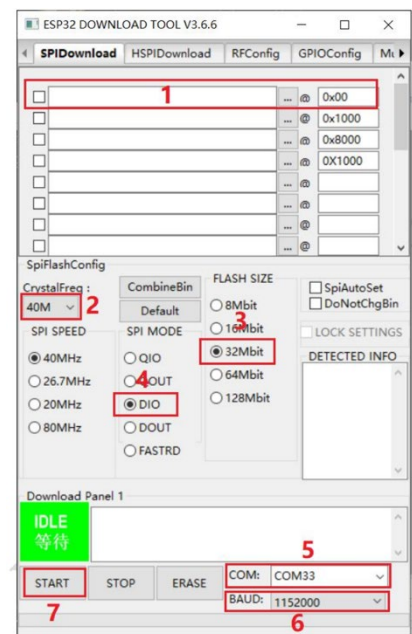

图 4 (Fig.4)
3. 如右图 4 (Fig.4) 所示: 在 1 处选择要烧录的固件路径, 地址通常为 0X00, 设置好后记得在前面打上勾勾; 在 2 处选择系统时钟为 40MHz; 在 3 处选择 Flash 的大小为 32Mbit; 在 4 处选择 SPI MODE 为 DIO 模式; 在 5 处选择当前板卡在电脑所识别的端口号; 在 6 处选择串口波特率 (值越大下载固件的速率越快, 最大支持 1152000bps);